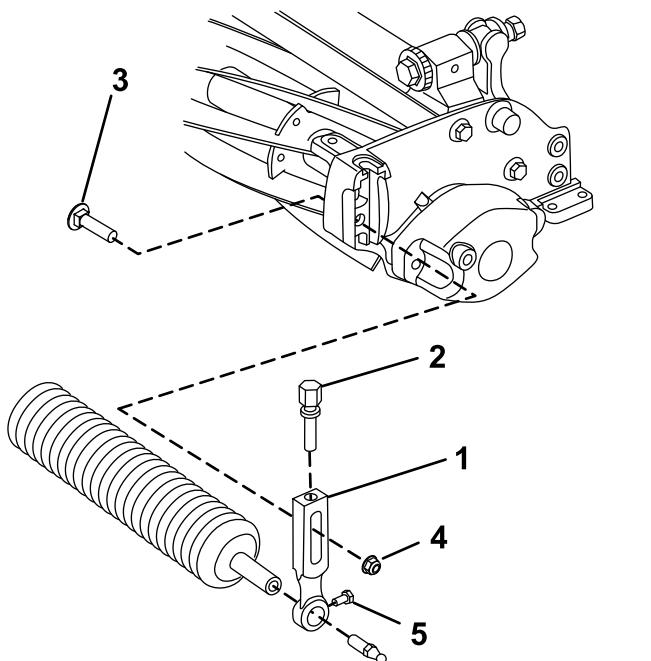

Figura 3
1. Retire o parafuso do arado, a anilha e porca de bloqueio flangeada que prendem um dos braços da altura de corte à placa lateral da unidade de corte (Figura 3).